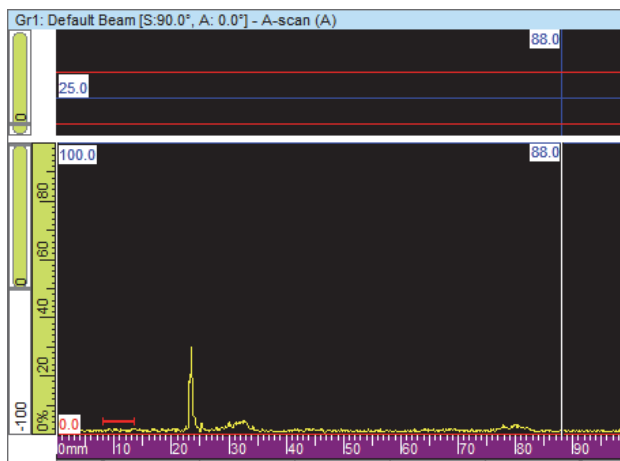

Рис. 4-30 А-скан перед добавлением первой точки ВРЧ
5. Правильно расположите преобразователь для получения четко очерченных эхо-сигналов на А-скане (Рис. 4-30 на стр. 133).